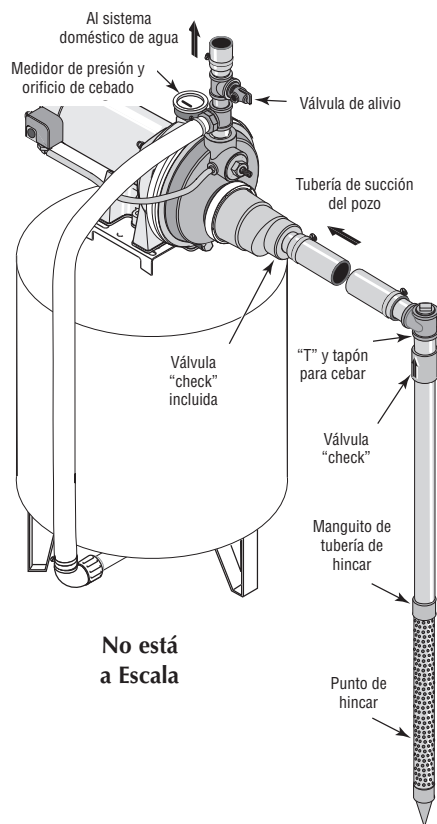

Figura 5 - Instalación del Punto de Hincado
5. Utilice el menor número de conexiones posible (especialmente codos) al conectar la tubería desde el punto del pozo al orificio de succión de la bomba. La tubería de succión debe ser por lo menos del mismo tamaño que el orificio de succión en la bomba (incluya una válvula "check" - Vea la Figura 5). Soporte la tubería para que no haya inclinaciones verticales o hundimientos en ella a fin de que no ejerza tensión sobre el cuerpo de la bomba y con el propósito de que no se incline ligeramente hacia arriba desde el pozo hacia la bomba (los puntos altos pueden ocasionar que se formen bolsas de aire que pueden bloquear la bomba). Utilice cinta sellante de PTFE para roscas de tubería o un compuesto a base de PTFE especial para juntas de tuberías den las juntas roscadas de la tubería o compuesto para unir tuberías autorizado para utilizarse en PVC. Las juntas deben ser a prueba de agua y estar herméticamente cerradas. Si la tubería de succión pudiera succionar aire, la bomba no podría sacar agua del pozo. Si un punto de pozo no proporciona suficiente agua, considere la posibilidad de conectar dos o tres puntos de pozo a una tubería de succión.